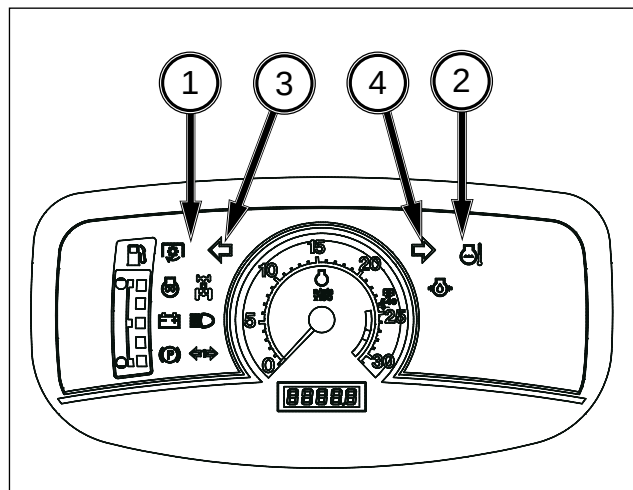

FIG. 36
FIG. 36 : Les rangées de lampes témoins (1) et (2) comprennent plusieurs témoins d'alerte permettant de surveiller certaines fonctions. Les lampes sont comme suit :